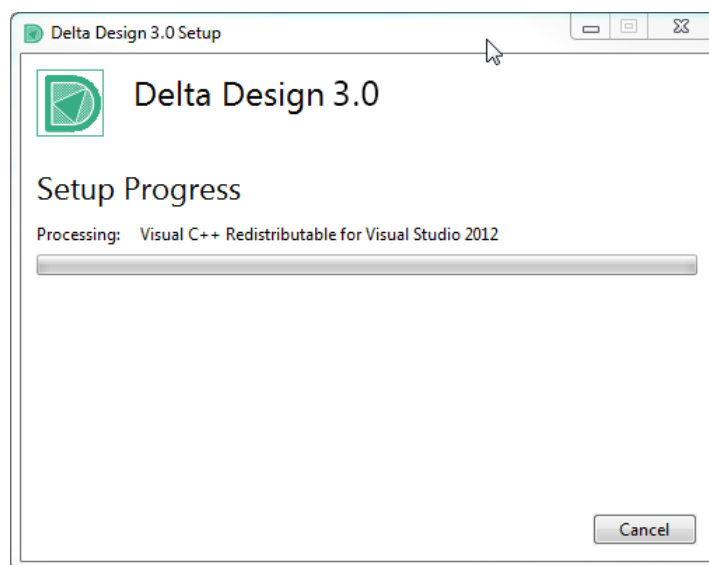

Рис. 2 Начало установки
2. Нажмите кнопку «Install». После этого начнется установка комплекта ПО, разворачиваемого вместе с системой Delta Design, см. Рис. 2.